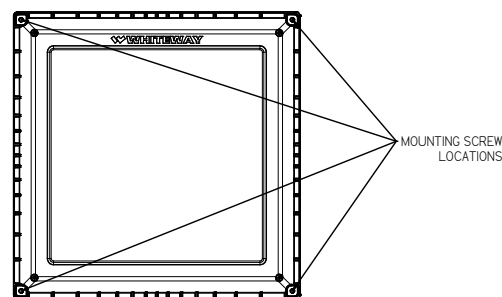

FIGURE 1
2. Fixez le luminaire à la verrière à l'aide du vis autoperceuses. (Fig. 1.)